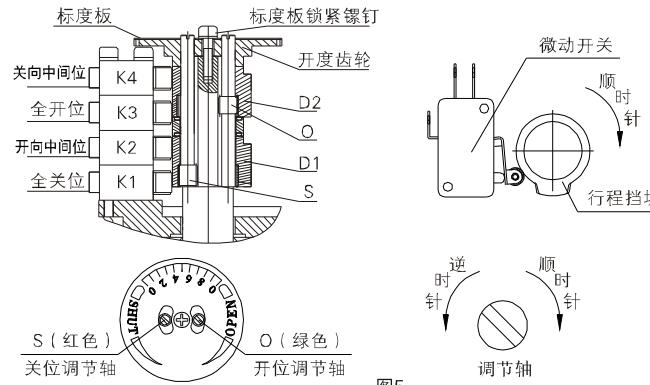

图5
- ①按制御盖内粘贴的控制回路图正确接通线路，确认无误后，打开电源。
- ②开关投向“关”，执行机构驱动阀门向关闭方向（顺时针）运行，直到全关位微动开关K1动作，电动执行机构停转。
- ③开关投向“开”，执行机构驱动阀门向全开方向（逆时针）运行，直到全开位微动开关K3动作（图5中K3动作，图6中K2动作），电动执行机构停转。
- ④经过以上调整，如果开度计指示状态与阀门实际位置不符，可松开标度板中央固定螺钉重新调整标度板位置使阀门指示正确。
1、微量调节式电气限位的调整 (图5)
①全关位调整：先用手柄驱动阀门至全关位，松开标度板锁紧螺钉，调整标度板，使指针指向刻度线0（SHUT向），并拧紧标度板锁紧螺钉。再用2mm内六角扳手顺时针方向调整关位调节轴S，带动行程挡块D1顺时针旋转触发K2、K1依次动作并发出响声，在K1动作并发出响声时停止调整关位调节轴S。
②全开位调整：先用手柄驱动阀门至全开位，使指针指向刻度线0（OPEN向），再用2mm内六角扳手逆时针方向调整开位调节轴O，带动行程挡块D2逆时针旋转触发K4、K3依次动作并发出响声，在K3动作并发出响声时停止调整开位调节轴O。